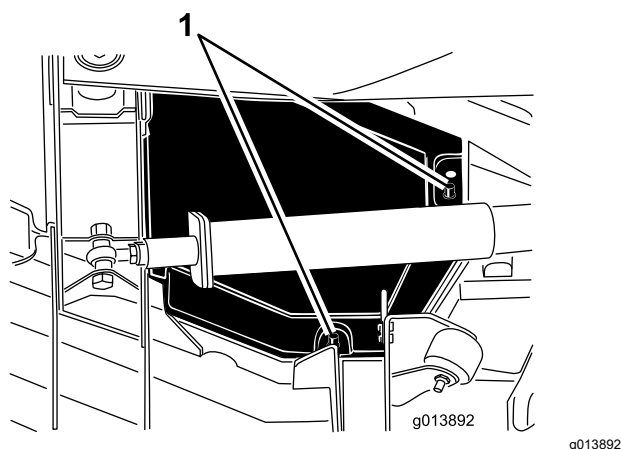

Figura 46
4. Separe los bordes trasero e interior de la cubierta de las clavijas de montaje (Figura 46).